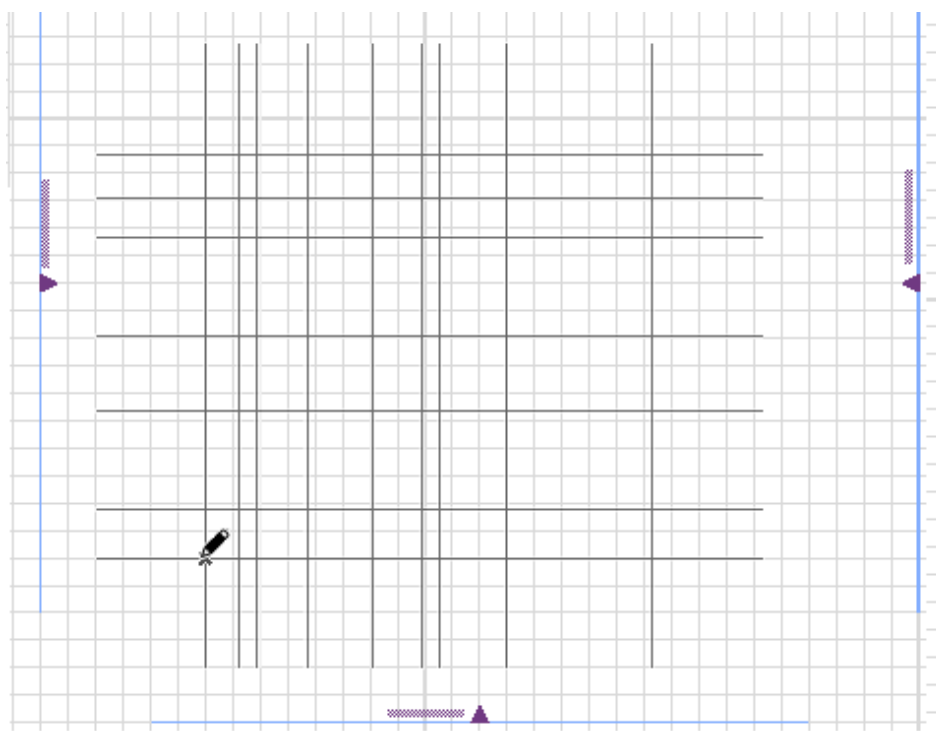

Рис. 2.8
*Вставка конструкторской сетки.* После нажатия кнопки ОК вы увидите на чертеже символ сетки, курсор-карандаш при этом будет находиться в точке вставки сетки (по умолчанию это точка пересечения первой горизонтальной оси А с первой вертикальной осью 1). Вставьте сетку в начало координат проекта двойным щелчком (рис. 2.8).